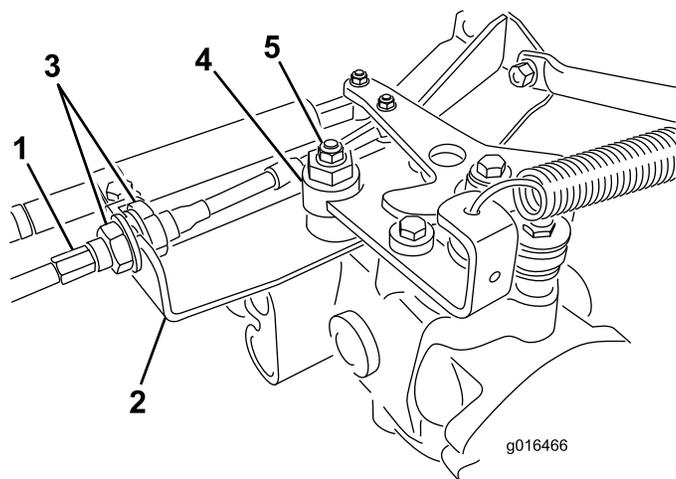

図 47
- A. 走行ケーブルを油圧トランスミッションのバルクヘッドに取り付けているジャムナット 図 47 を両方ともゆるめる。調整ができるよう、ジャムナットは十分に、また均等にゆるめること。
注 偏芯ナットをトランスミッション上部に止めているナット図 47をゆるめる。
- E. 調整ができれば固定ナットを締める図 47。
- G. バルクヘッドのそれぞれの側から、ロックナットを均等に締め付けて、ケーブルを固定する図 47。ケーブルをねじらないように注意すること。